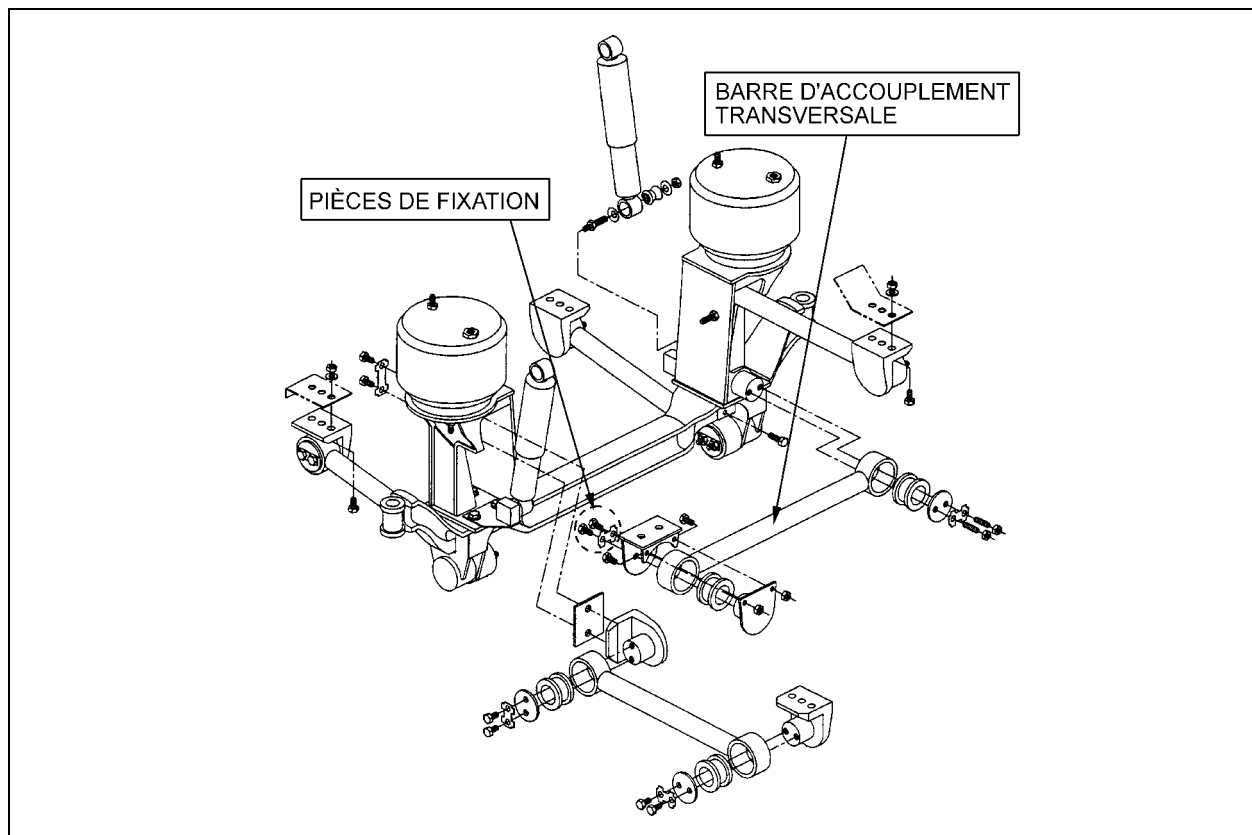

FIGURE 2 : BOULONS NON-LUBRIFIÉS DE LA SUSPENSION AVANT
1. Identifier les deux boulons de fixation de la barre d'accouplement transversale de la suspension avant. Seulement les boulons identifiés doivent être lubrifiés (voir figure 2).